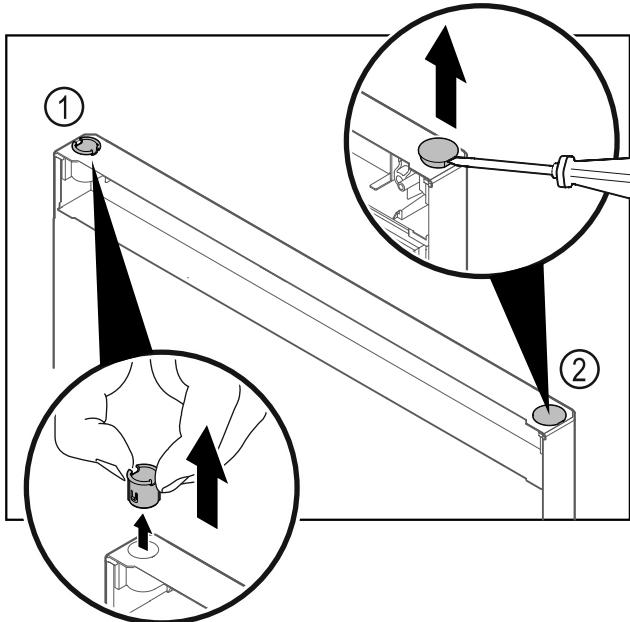

Fig. 17 Puerta del compartimiento frigorífico
- ▶ Extraer el casquillo de bisagra Fig. 17 (1) con los dedos.
- ▶ Levantar cuidadosamente el tapón Fig. 17 (2) con un destornillador para tornillos de cabeza ranurada y extraerlo.